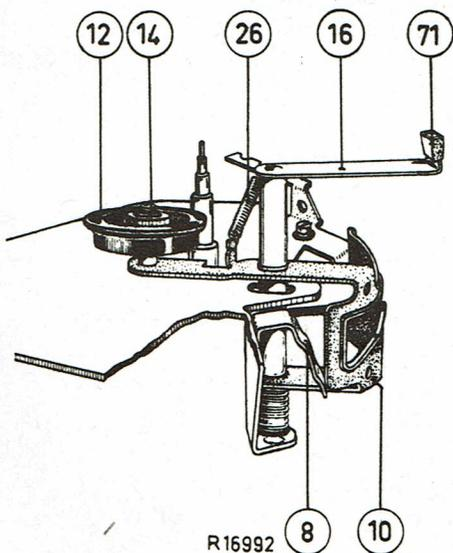

Fig.9
du régulateur de vitesse pos.16 (fig.9). Dépendant de la position du régulateur de vitesse, la roue intermédiaire est poussée contre un des quatre diamètres. Ainsi une des quatre vitesses de plateau peut être ajustée.